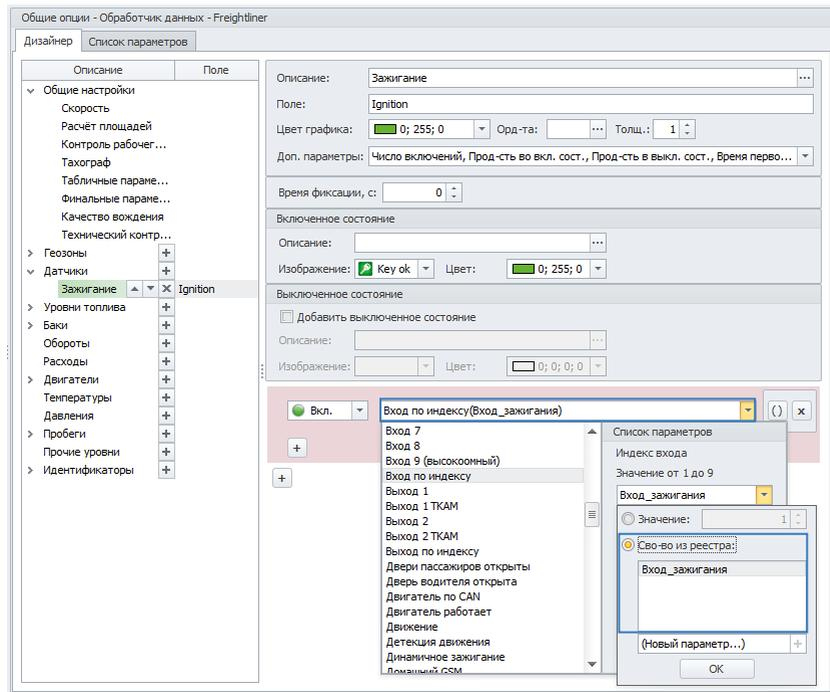

Рис.13. Пример определения индекса через Реестр свойств.
- при определении выражения параметра номер цифрового входа может быть задан как свойство из Реестра, в котором хранится число – номер входа (**Рис.13**).